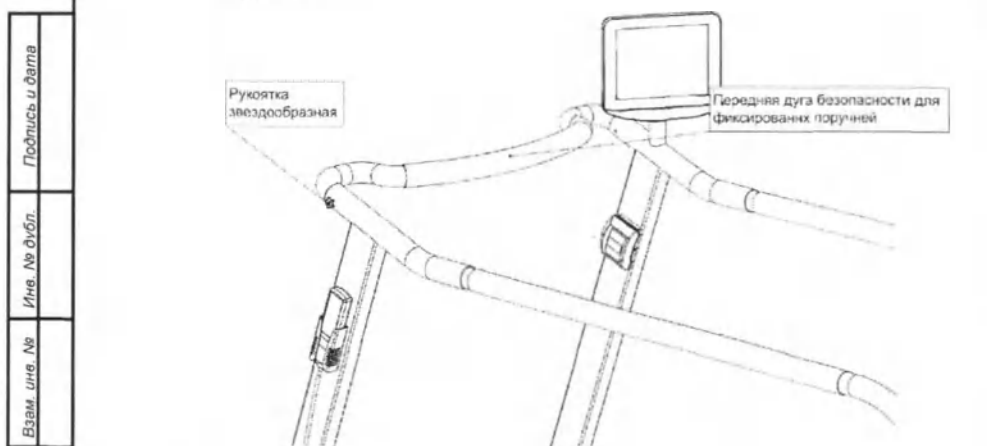

Рисунок 32 – Установка передней дуги безопасности для фиксированных поручней
- Разместите дугу безопасности в соответствующих отверстиях фиксированных поручней (см. рисунок 32) или регулируемых поручней (см. рисунок 33), совместив при этом резьбовые отверстия в передней дуге безопасности и отверстия в поручне.